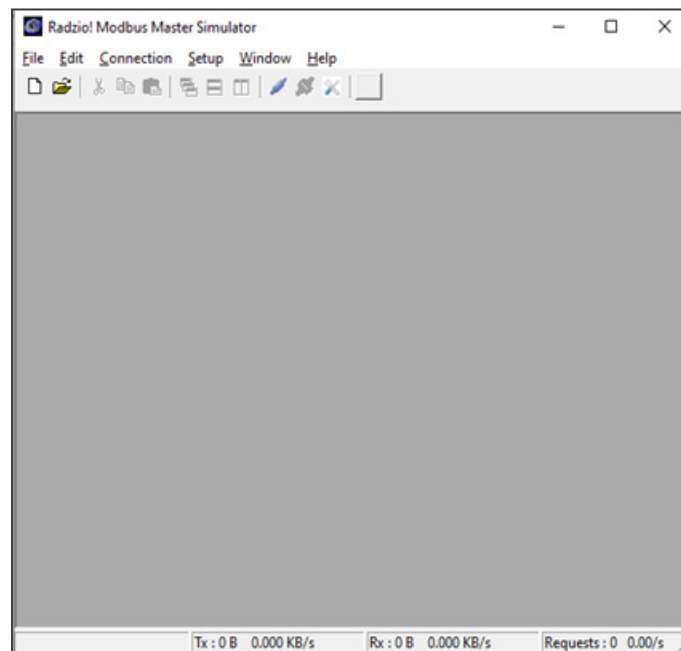

Abbildung 1: Radzio! Startbildschirm
1. Öffnen Sie das heruntergeladene **Radzio! Modbus Master Simulator Tool**. (Abb. 1)